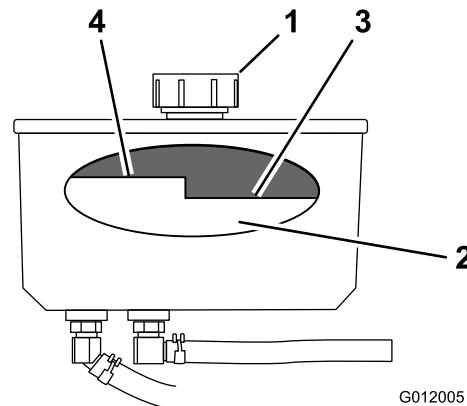

Figure 81
4. Nettoyez la surface autour du bouchon et du goulot de remplissage du réservoir hydraulique (Figure 81).
5. Enlevez le bouchon du goulot de remplissage (Figure 81).
Remarque: Lorsque l'huile est chaude, le niveau doit être en dessous du repère « à chaud » sur le déflecteur (Figure 81).